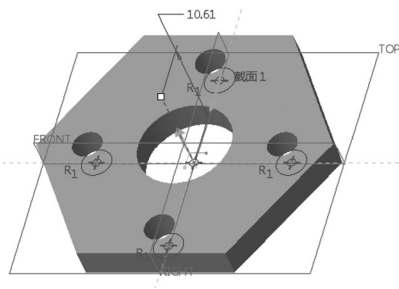

图 4-11 模型显示
6) 单击 (将拉伸的深度方向更改为草绘的另一侧，简称深度方向) 按钮，并从深度图标选项下拉列表框中选择 (穿透)，此时按 <Ctrl+D> 键，以默认的标准方向视角显示模型，效果如图 4-11 所示。